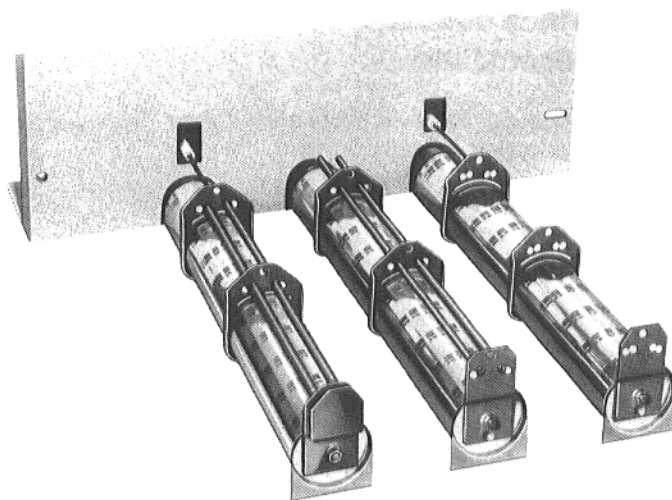

Fig. 18 - Figura esplicativa
- Per la pulizia delle rampe è necessario togliere le barre raffreddanti (vedi Fig. 18).
- a) Il posizionamento delle barre raffreddanti, a seconda del tipo di caldaia risp. grandezza della stessa, avvenga secondo la Fig. 18 a.
- b) Alle rampe con l'ellettrodo d'accensione, vengano inserite le barre corte (vedi Fig. 18 b).
- Infilare le piastre d'arresto da sopra (Fig. 18).
Fig. 18 a
Fig. 18 b